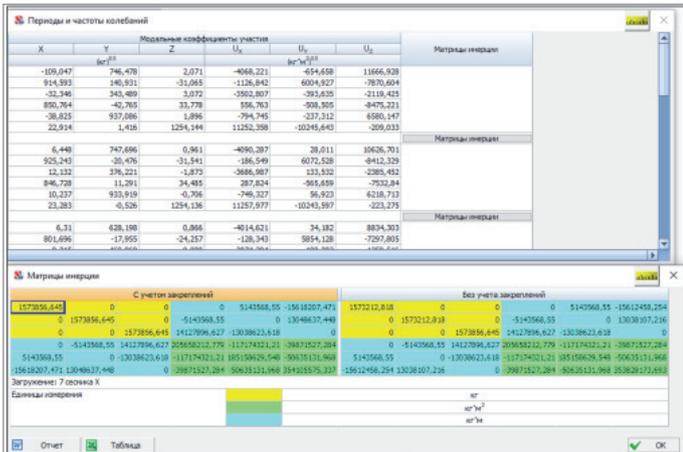

Рис. 24. Окна анализа периодов и частот колебаний, а также матрицы инерции (SCAD++)
- в таблице с частотами и периодами колебаний выводятся модальные коэффициенты участия, а для сейсмических нагружений можно получить матрицы инерционных характеристик модели как жесткого целого (рис. 24);